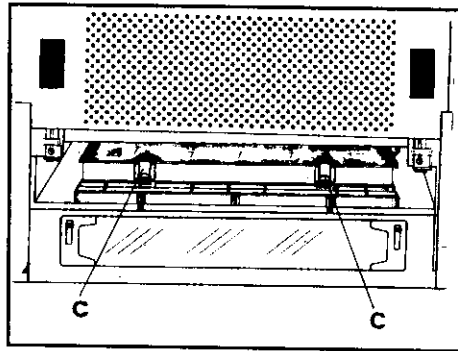

Fig. 2
Pour le montage du filtre, procéder de la façon suivante: introduire le filtre dans son logement et fixer-le à l'aide des deux crochets **C** (fig. 2).
- Appuyer sur les deux touches C (fig. 2), tirer légèrement le filtre vers l'avant et l'enlever.